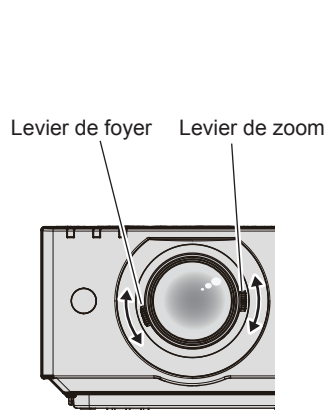

Fig. 1
1) Ajustez le zoom et le foyer. (Fig. 1)